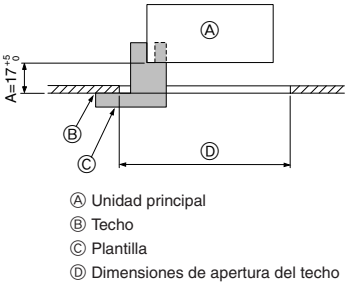

Fig. 2-6
- Asegúrese de que el paso A se realiza en 17-22 mm. Si no se respeta este margen, podrían producirse graves daños. (Fig. 2-6)